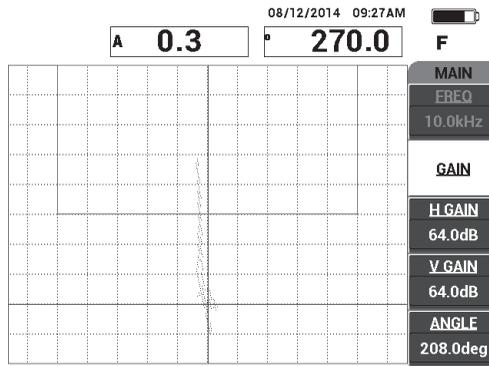

Figura 6-26 Amplitud de señal ajustada para ingresar en el cuadrado de la alarma
5. Pulse la tecla **GAIN (dB)** y, después ajuste la amplitud de la señal para que la señal de la pérdida de adherencia ingrese al cuadrado de la alarma y se extienda aproximadamente 5 divisiones desde la posición 0 (retículo). Ver la Figura 6-26 en la página 155.